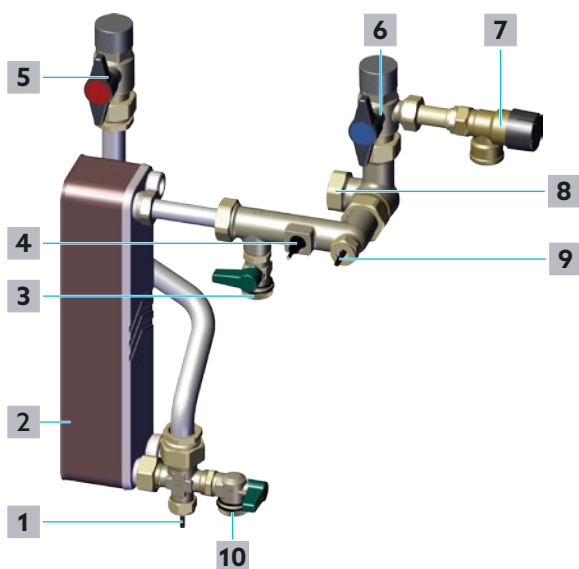

Fig. 34: Circuit E.C.S.
- 2** Fermer lentement le robinet d'arrêt à tournant sphérique - Eau chaude sanitaire (position **5** sur la Fig. 34 en page 37 et position **10** sur la Fig. 2 en page 11).
- 3** Fermer lentement le robinet d'arrêt à tournant sphérique - Eau potable froide (position **6** sur la Fig. 34 en page 37 et position **11** sur la Fig. 2 en page 11).
- 4** Dévisser le capuchon du robinet de vidange et de remplissage à tournant sphérique - Eau chaude sanitaire (position **10** sur la Fig. 34 en page 37 et position **16** sur la Fig. 2 en page 11).
- 5** Raccorder le tuyau de vidange pour l'eau potable au robinet de vidange et de remplissage à tournant sphérique - Eau chaude sanitaire (position **10** sur Fig. 34 en page 37 et position **16** sur la Fig. 2 en page 11).
- 6** Ouvrir le robinet de vidange et de remplissage à tournant sphérique - Eau chaude sanitaire (position **10** sur la Fig. 34 en page 37 et position **16** sur la Fig. 2 en page 11).
- 17** Fermer le robinet de vidange et de remplissage à tournant sphérique - Eau chaude sanitaire (position **10** sur la Fig. 34 en page 37 et position **16** sur la Fig. 2 en page 11).
- 5** Fermer le robinet de vidange et de remplissage à tournant sphérique - Eau chaude sanitaire (position **10** sur la Fig. 34 en page 37 et position **16** sur la Fig. 2 en page 11).